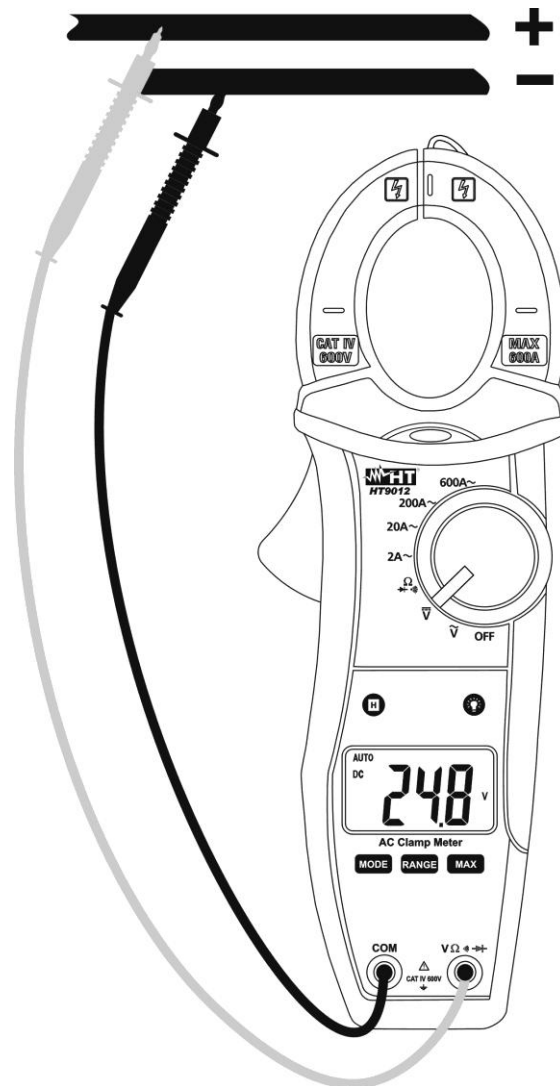

Fig. 3: Uso della pinza per misura di Tensione DC
3. Inserire il cavo rosso nel terminale di ingresso  $V_{\Omega} \rightarrow (+)$  e il cavo nero nel terminale di ingresso **COM** (vedere Fig. 3)
6. La visualizzazione del simbolo "-" sul display dello strumento indica che la tensione ha verso opposto rispetto alla connessione di Fig. 3